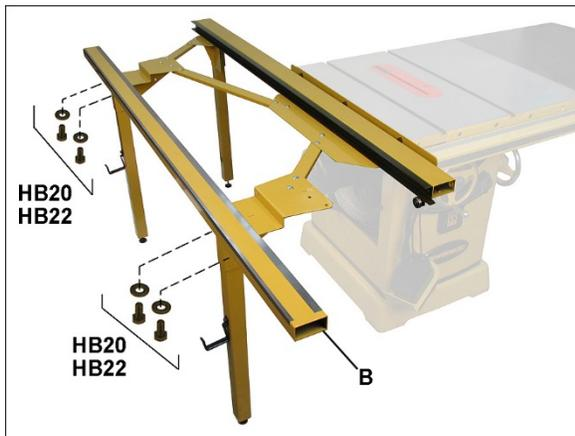

Рисунок 7-9
4. Используйте **КОМПЛЕКТ КРЕПЕЖА 2**: Установите внешнюю направляющую (B, Рисунок 7-9) на кронштейны ножек. **ПРИМЕЧАНИЕ.** Более широкая металлическая полоса расположена ближе к циркулярной пиле. Расположите направляющую так, чтобы винты находились посередине пазов, и *затяните винты только руками.*